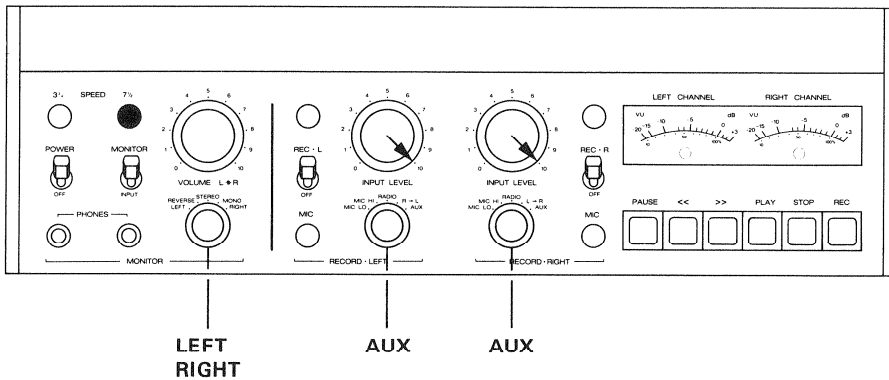

Fig. 6.5.-1
- Bedienelemente nach Fig. 6.5.-1 einstellen.
- NF-Generator an Anschluss (48) AUX INPUT parallel anschliessen.